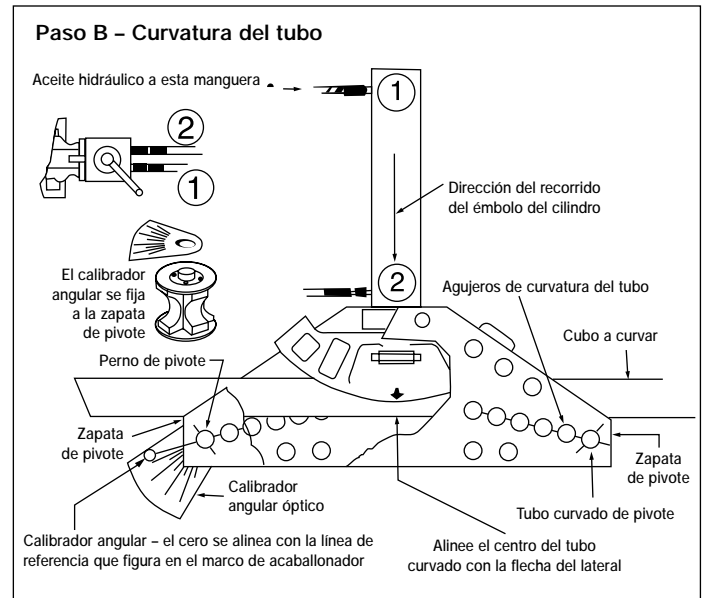

Figura 3, Curvatura del tubo
2. Coloque el calibrador angular óptico en la parte superior de la zapata de pivote, tal y como se muestra en la FIGURA 3. Un perno de localización en el calibrador angular se acopla con un agujero en la zapata de pivote.